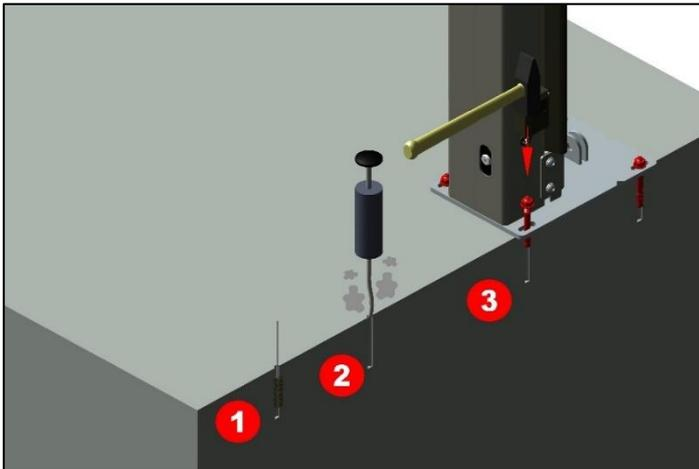

Abbildung 6: Bohrungen reinigen, Schlaganker einsetzen
4. Bohrungen mit einer Bürste reinigen (1) und alle Staub- und Schmutzrückstände mit einer Luftpumpe entfernen (2). Siehe *Abbildung 6: Bohrungen reinigen, Schlaganker einsetzen*.
5. Schlaganker (3) einsetzen. Siehe *Abbildung 6: Bohrungen reinigen, Schlaganker einsetzen*.